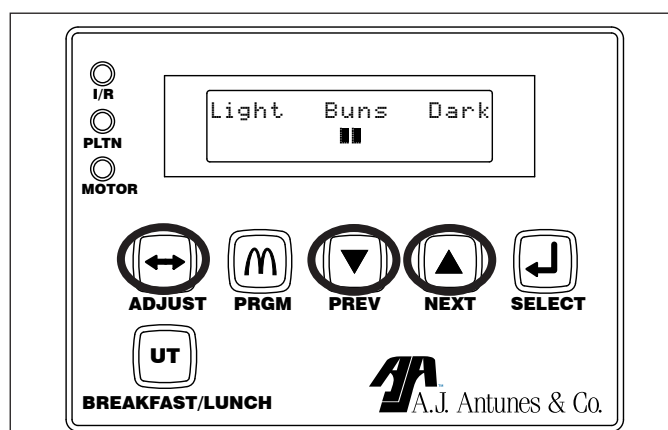

Figura 4. Ajustar la calidad de tostado
2. Presione y suelte el botón **ADJUST** [ajustar] (Figura 4).
3. Use los botones **PREV** y **NEXT** [siguiente] para ajustar la calidad de tostado a más claro o más oscuro respectivamente (Figura 4).